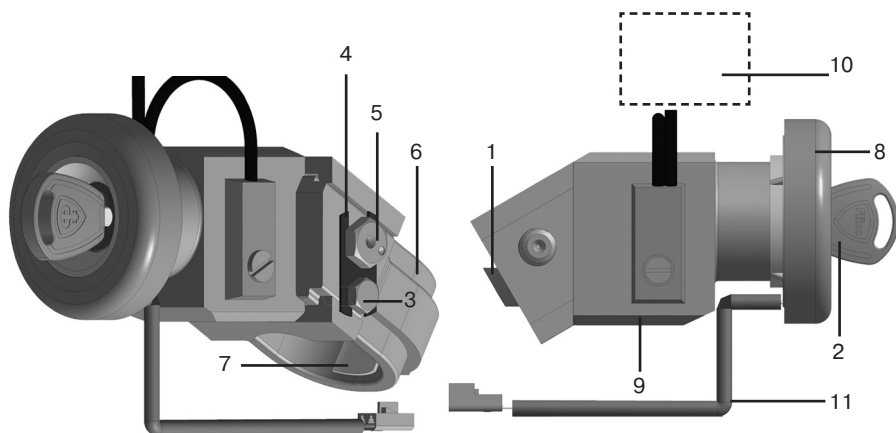

рис. 5 Схема механической части замка
5.3. Отведите ригель механического замка (рис. 5, поз. 1) в крайнее положение. Для этого поверните ключ в положение «SET» (ключ остается в замке), как указано в пункте 4.4. Положение ключа в режиме «SET» используется как при монтаже, так и при демонтаже механического замка.
5.4. Отверните болт М6 (рис. 5, поз. 3) и снимите планку оси эксцентриковой (рис. 5, поз. 4). Выньте ось эксцентриковую (рис. 5, поз. 5) и разъедините хомут (рис. 5, поз. 6) от корпуса механического замка (рис.5 поз.9).
5.6. В совмещенные отверстия, вставьте свободно усилием руки ось эксцентриковую, затем с помощью ключа «S14» поверните по часовой стрелке шестигранную головку на оси эксцентриковой крутящим моментом не более 4 кгс·м, обеспечив плотное прилегание корпуса механического замка к кожуху вала рулевого управления. При наличии зазоров, невыбираемых осью эксцентриковой, используйте прокладки-компенсаторы со скотчем (рис. 5, поз. 7), прикрепив их (одну или две) на предварительно снятый хомут. При достижении жесткой фиксации механического замка на кожухе вала рулевого управления, установите планку оси эксцентриковой (рис. 5, поз. 4), закрепив болтом М6 (рис. 5, поз. 3), и отогнув лепестки на планке, зафиксируйте ось эксцентриковую и болт М6 от поворота (фото 2).
6.4. После проведения проверки работоспособности электромеханического замка зажигания на автомобиле, установите пластмассовый кожух рулевой колонки, оденьте декоративную насадку с катушкой связи (при наличии) на замок (рис.5 поз.11) и окончательно отрегулируйте пластмассовый кожух рулевой колонки относительно декоративной насадки.